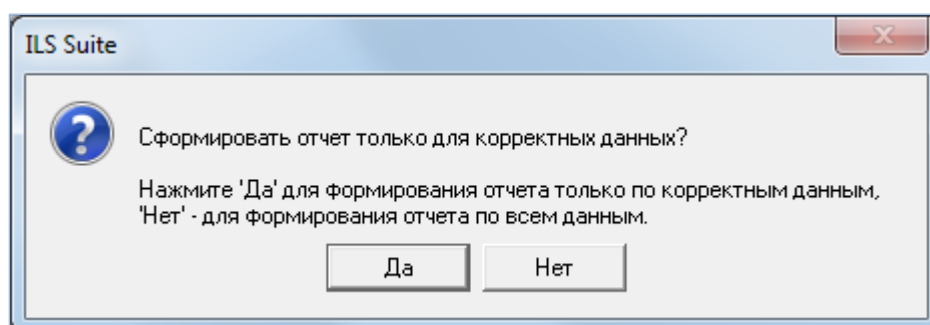

Рис. 13-337 – Диалоговое окно
5) Отображается диалоговое окно для выбора типа данных, корректных или всего объема данных, используемых при формировании отчета. Нажать кнопку «Да» для выбора корректных данных для отчета (рис. 13-337).